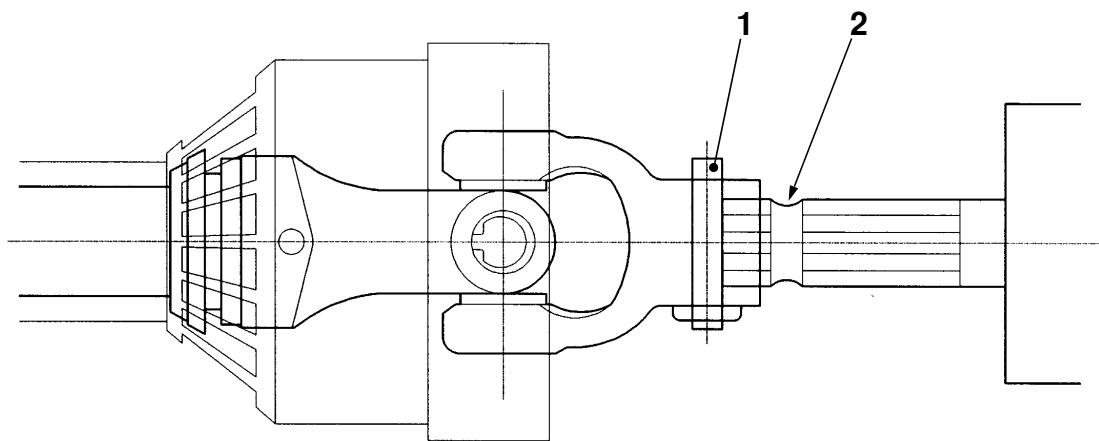

Bild 4-11 Anslutning av kraftöverföringsaxeln med låspinne
Kontrollera att låspinnen kan röra sig fritt innan anslutning 1 (Bild 4-11). Rengör och smörj pinnen vid behov.
- Tryck in kraftöverföringsaxeln på växellådans splineaxel, tills det tar stopp (bild 4-11).